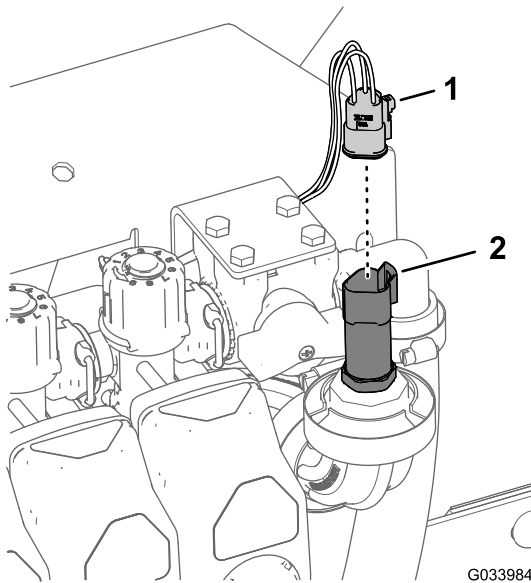

Figura 37
1. Deconectai conectorul cu 3 mufe pentru traductorul de presiune (Figura 37).